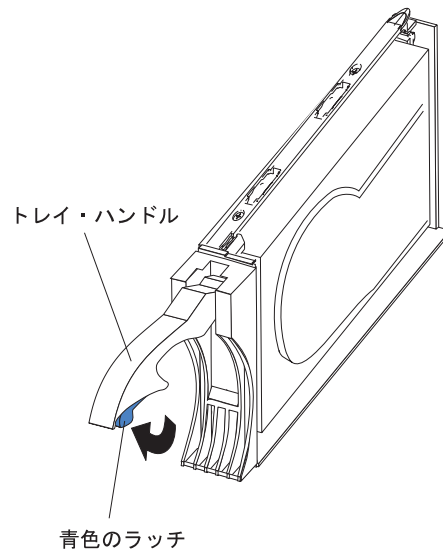

図 37. ドライブ CRU ラッチ
b. 図 37 に示すように、トレイ上のハンドルを引き出して開く位置にします。
- a. 47 ページの図 37 に示すように、トレイ・ハンドルの底の内側を押して、青色のラッチを外します。